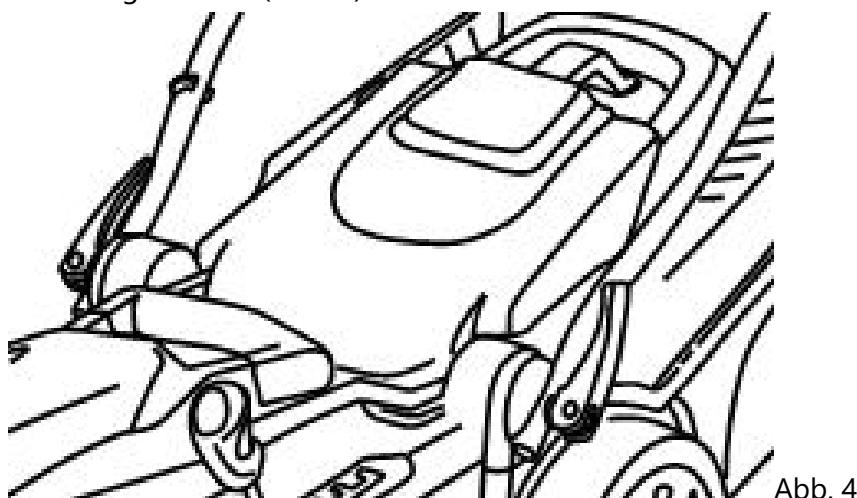

Abb. 4
- 3) Stecken Sie die beiden Enden des Griff-Unterteils in die entsprechenden Öffnungen am Rasenmäher. Befestigen Sie diese Enden mithilfe der Sicherungsschrauben und Unterlegscheiben (Abb. 4).